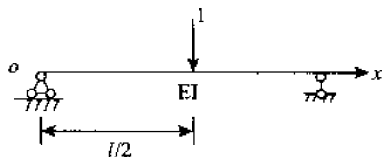

图 9-7
解 (1) 在简支梁中点施加向下单位作用力如图 9-7 所示。